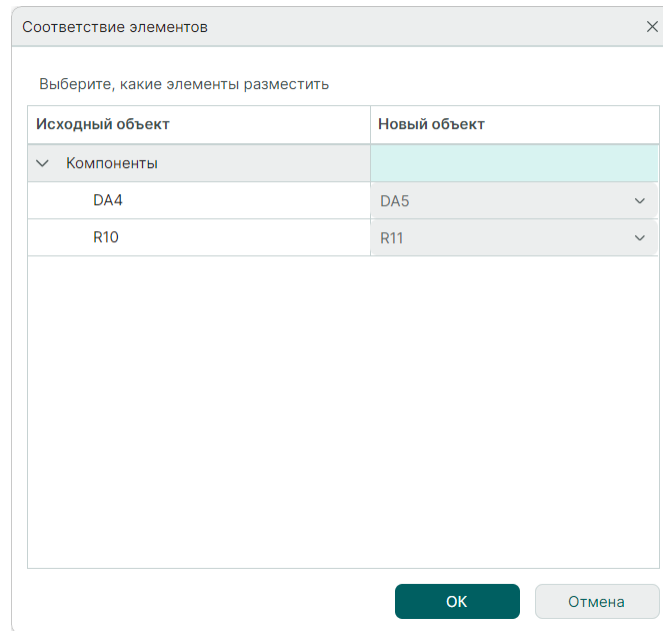

Рис. 425 Выбор компонента, соответствующего копии посадочного места
4. Выберите в окне «Соответствие элементов» компонент, которому будет соответствовать размещаемая копия посадочного места компонента, и нажмите кнопку «ОК», см. Рис. 425. При одновременном копировании нескольких посадочных мест соответствие должно быть установлено для каждого из них.